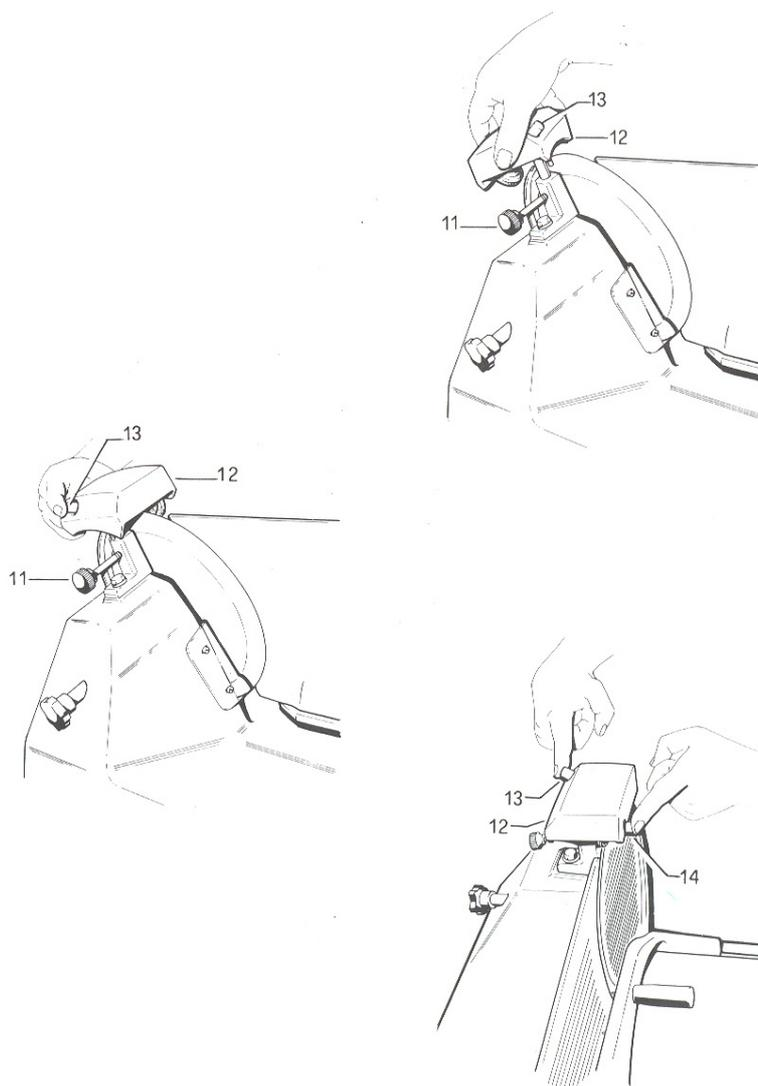

Рисунок 5.1 – Порядок заточки ножа
- Ослабьте болт 11 (см. рисунок 5.1), вытяните вверх устройство заточки с точильными колесами и поверните его на 180 градусов по часовой стрелке.
- Нажмите на прижимные пальцы 12 и 13 (см. рисунок 5.1) и удерживайте их 30-40 секунд.